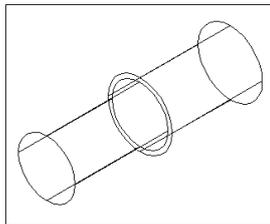
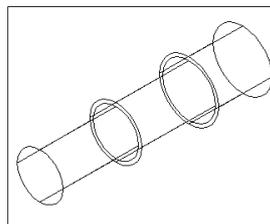

图 15-73
图 15-74
(3) 是在用户坐标系。在命令行直接输入 **ucs**。设置新的坐标原点为  $0, 0, -58$ 。
(4) 作圆柱体。单击  按钮或者在命令行直接输入 **cylinder**。底面圆心为  $(0, 0, 0)$ ，半径为 20，高度为 -56，结果如图 15-73 所示。
(5) 作圆柱体。在命令行直接输入 **ucs**。设定新的坐标原点为  $(0, 0, -56)$ 。
(6) 作圆柱体。单击  按钮或者在命令行直接输入 **cylinder**。底面圆心为  $(0, 0, 0)$ ，半径为 22.5，高度为 -41，结果如图 15-74 所示。